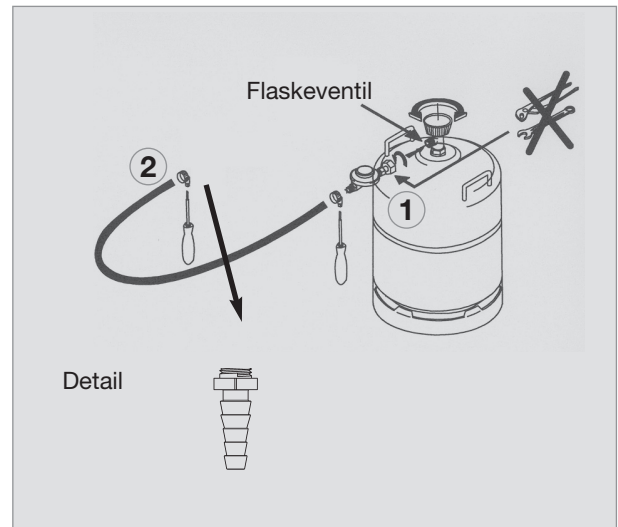

Fig. 3
- En fast innstilt trykkregulator **(1)**, Fig. 3 (trykkforminsker) må være installert i ledningen til apparatet. Kjøleskapet må ikke benyttes med annet trykk enn det som er angitt på typeskiltet.